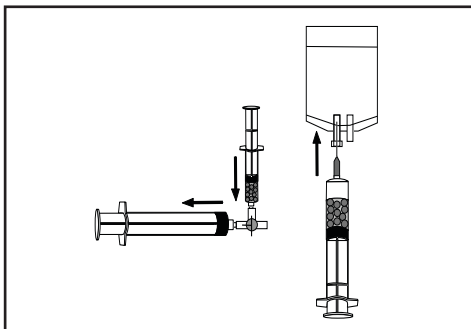

Abbildung 4.
- 1.3 Eine Beladungsspritze der geeigneten Größe auswählen (60 ml oder 100 ml). Die Produktspritze und die Beladungsspritze an einen Dreizeige-Absperrhahn anschließen (Abbildung 4).
- 1.7 Eine sterile Filternadel an der Beladungsspritze anbringen. Dabei die Spritze aufrecht halten und darauf achten, die abgesetzten Mikrosphären nicht zu bewegen. Die Filternadel nach oben halten und einen Teil der Transportlösung ausstoßen (Abbildung 4). Darauf achten, dass ausreichend Transportlösung in der Beladungsspritze verbleibt, um die Mikrosphären zu bedecken.